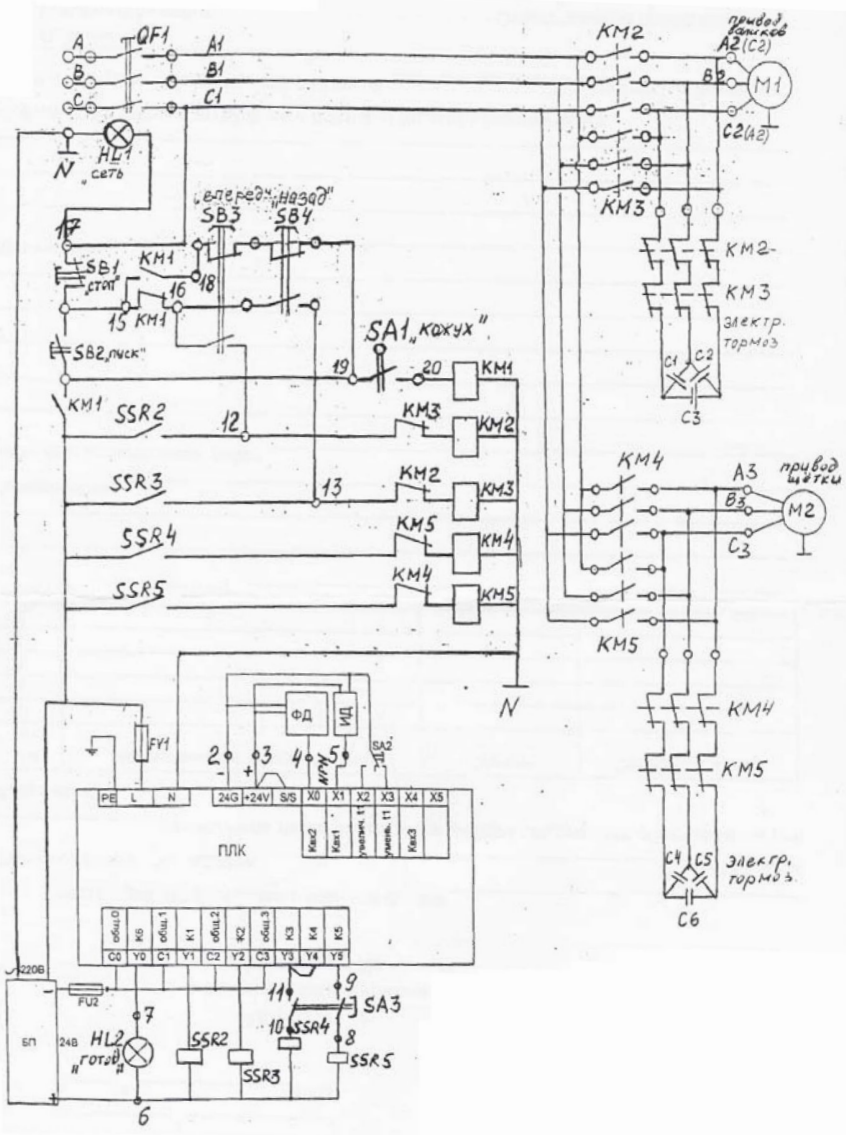

Рис. 2 Схема электрическая принципиальная 380В
10. Описание работы схемы электрической принципиальной (рис. 2)